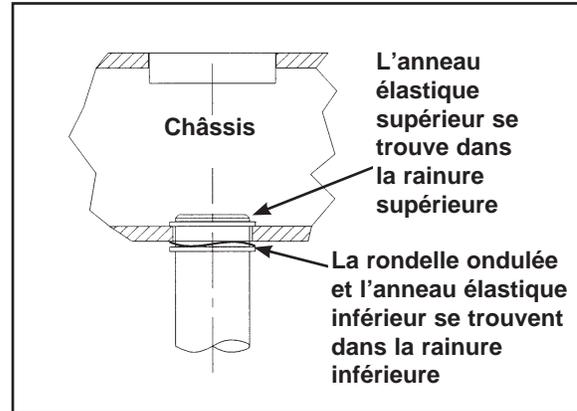

Figure 6B
- K. Soulevez la tige guide par le trou de montage et installez l'anneau élastique supérieur dans la rainure supérieure de la tige guide. Reportez-vous à la figure 6B.
- L. Abaissez la tige guide, puis fixez la rondelle ondulée et l'anneau élastique inférieur. Reportez-vous à la figure 6B.